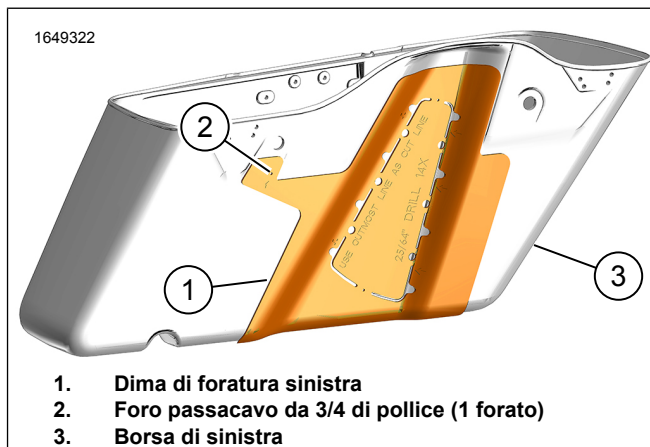

Figura 20. Dima di foratura della borsa sinistra
1. Vedere la figura 20. Ripetere le procedure 1-8 dalla borsa laterale destra.